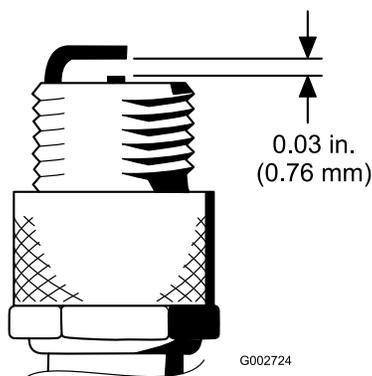

Figura 48
- Ajuste a folga existente entre a zona central e lateral do eléctrodo para 0,76 mm (Figura 48).